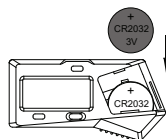

fig. 2
- Inserire la batteria CR2032 nel vano batteria, il lato positivo della batteria (+) deve essere rivolto verso l'esterno (fig. 2).